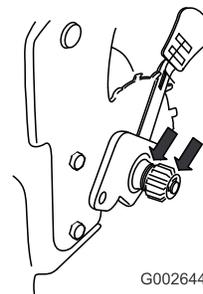

Figure 37
- Appliquez une couche d'huile de graissage à l'intérieur et à l'extérieur des engrenages, de la manière indiquée (Figure 37).